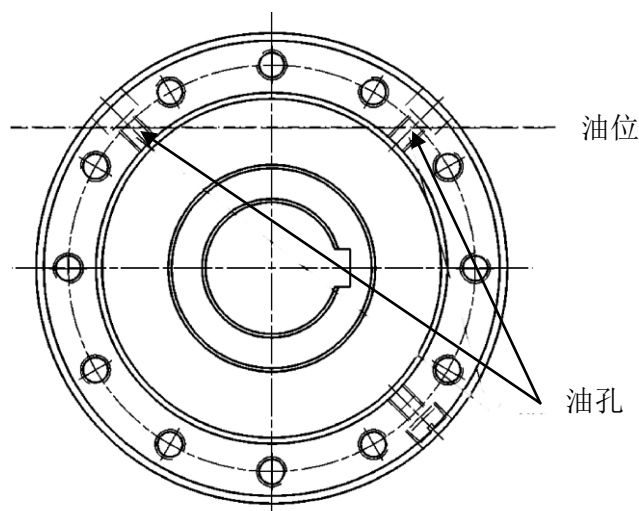

图2
离合器初次运行前必须检查油位。(如图2)。
- 转动离合器的外环，使其中的两个油孔位置朝上并与中心线成  $45^\circ$  角（如图 2 所示）。